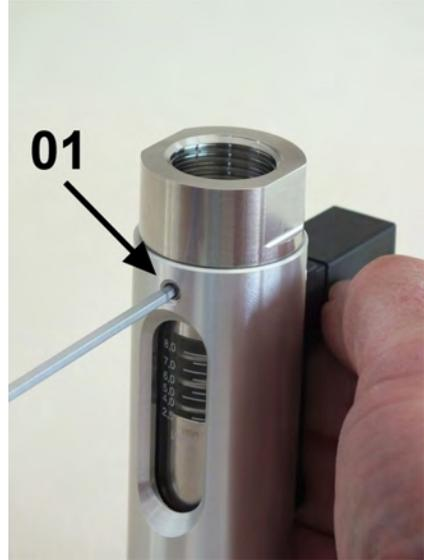

Abb. 51: Gewindestifte/Innensechskant anziehen
14. ► 3 Gewindestifte/Innensechskant (Abb. 51/01) anziehen, dabei Schrauben-Anziehdrehmoment beachten (☞ Kapitel 11.1 „Anziehdrehmomente“ auf Seite 76)